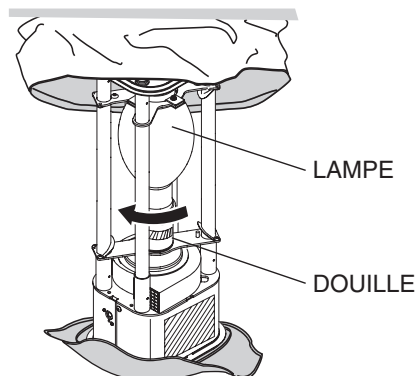

Figure 29. Retrait de la lampe
4. Appuyer sur les languette sur le support de la lampe et soulever le support pour le séparer de la lampe. Enlever la lampe de la douille en faisant tourner la lampe dans le sens antihoraire. Voir Figure 29.